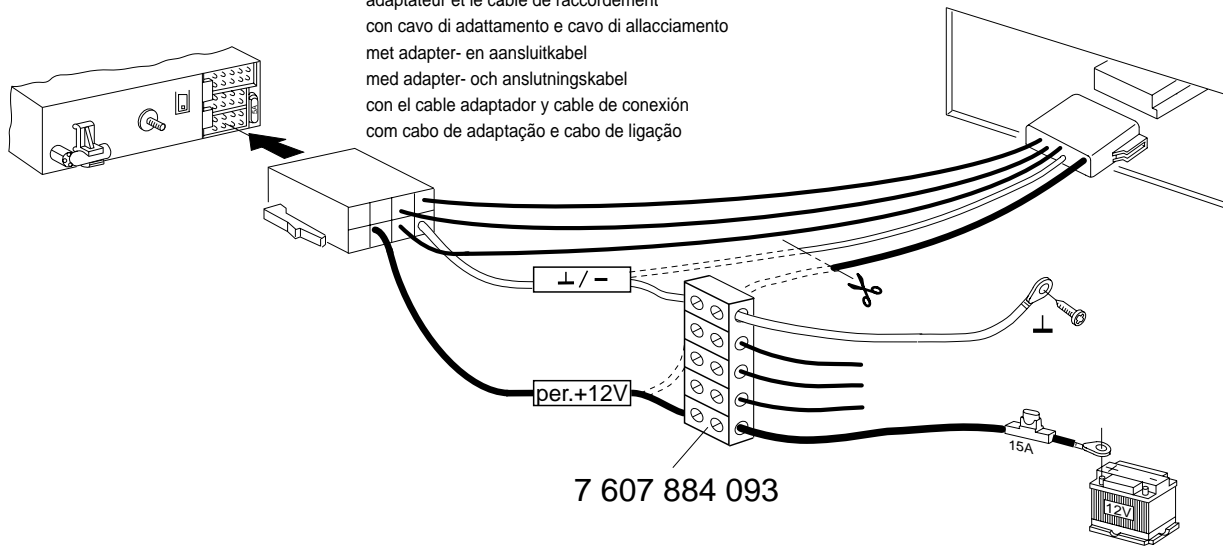

Fig. 5
- Plus-/Minus-Anschluß mit Kfz.spezifischem Adapterkabel Fig. 5